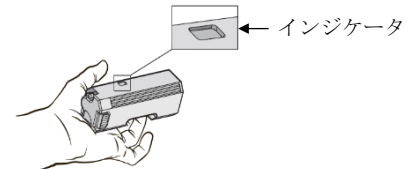
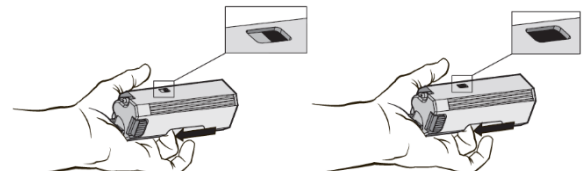

図 1
図 2a
- 2) 自動生検装置を掌に取り、指を白色のスライドコックに掛ける (図 1)。スライドコックを完全に止まるまでしっかりと引き込む。この操作を 2 回行うことにより、インジケータが白色から、赤白、さらには完全に赤色を示します (図 2a、図 2b)。